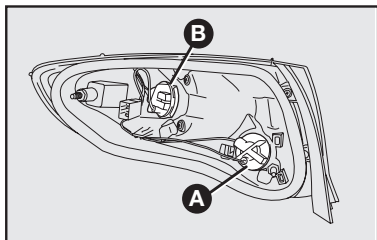

fig. 47
A-fig. 47: Luz de giro trasera.
B-fig. 47: Luz de posición trasera/luz de freno.
1) Para sustituir la lámpara de la luz de giro, gire en sentido antihorario la tapa portalámpara **A-fig. 47**, empuje un poco la lámpara y gírela en sentido antihorario. Enseguida, sustituya la lámpara y recolque la tapa portalámpara, girándola en sentido horario.
2) Para sustituir la lámpara de la luz de posición/freno, gire en sentido antihorario la tapa portalámpara **B-fig. 47**, empuje un poco la lámpara y gírela en sentido antihorario. Enseguida, sustituya la lámpara y recolque la tapa portalámpara, girándola en sentido horario.